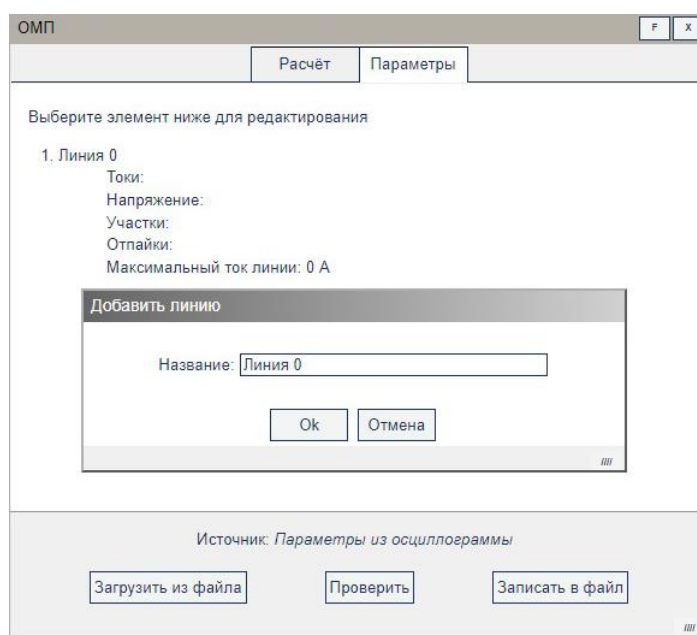

Рисунок 29 – Вкладка «Параметры» с добавленной линией
3.5.18.4 После нажатия на кнопку «*Добавить линию*» появляются поля для заполнения параметров линии, а также дополнительное окно «*Добавить линию*», в котором необходимо задать название линии (рис. 29).